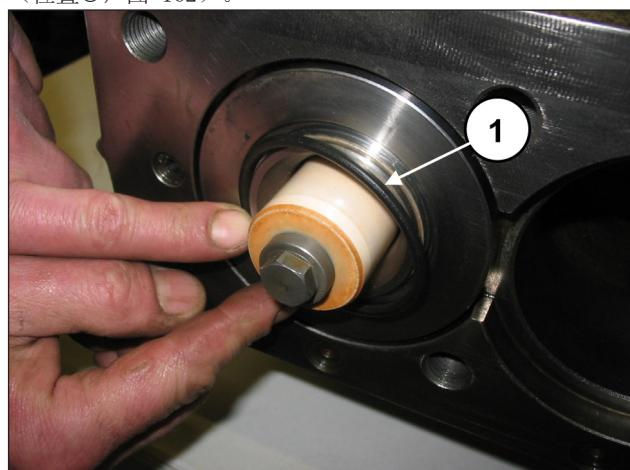
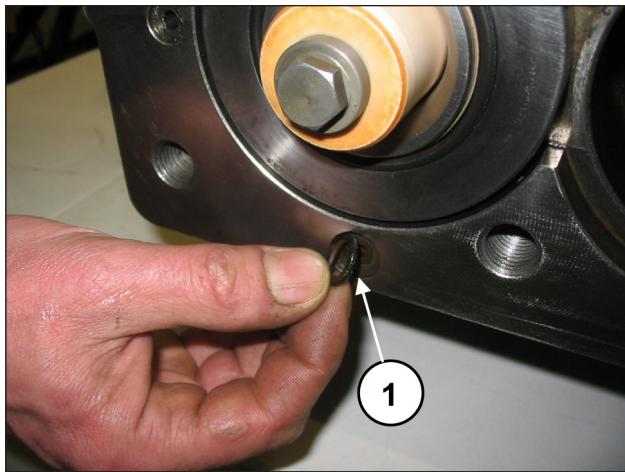

图 161
图 162
安装缸套的前O形圈(位置①, 图 161)和再循环孔的O形圈(位置①, 图 162)。